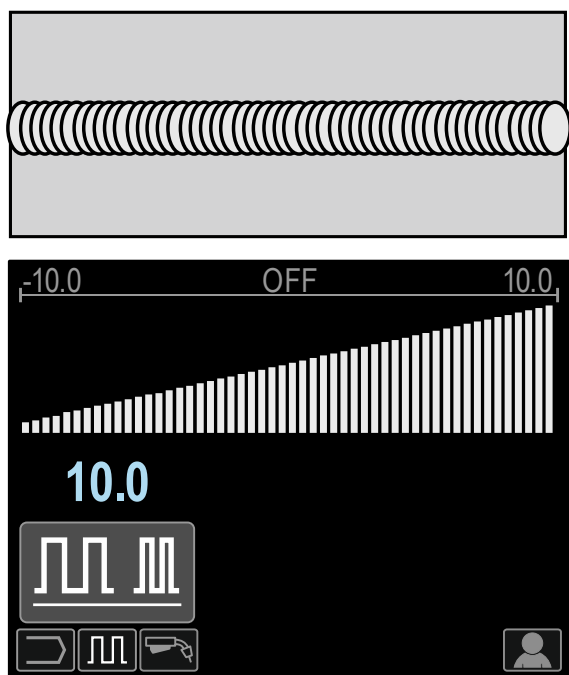

Figure 83
- Fréquence supérieure à 0,0 – Soudure et étroite et vagues de solidification rapprochées, vitesse d'avance rapide. La Figure 83 montre une soudure réalisée avec une fréquence réglée à "+10".